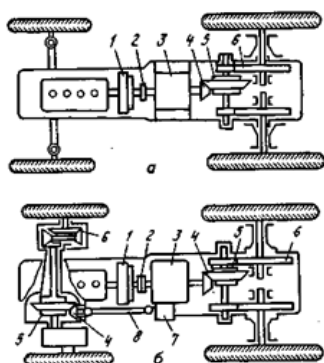

Рис. 1
6. Укажите, какой цифрой на рис.1 обозначено устройство для кратковременного отключения трансмиссии от двигателя.